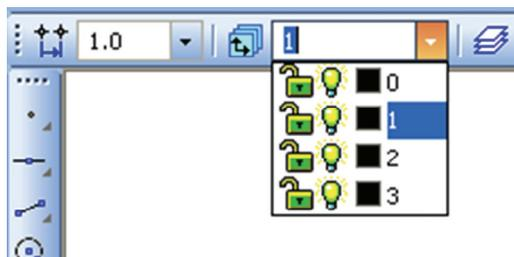

Рис. 8.13
- На панели **Текущее состояние** раскройте список **Состояния видов** и укажите вид номер 1 (рис. 8.13).